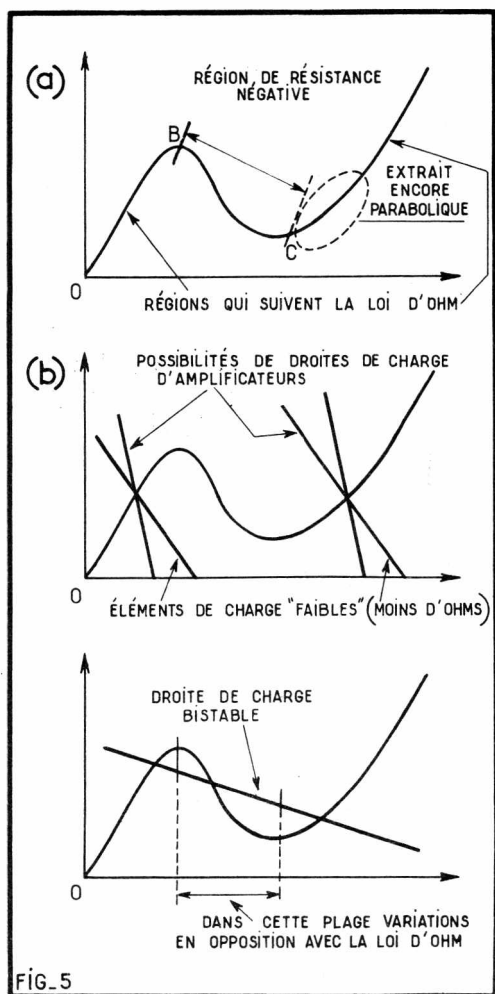

FIG. 5
Ce qu'une telle caractéristique révèle surtout dans le sens même que nous voulons donner à ces lignes, c'est l'existence d'une région (BC) à résistance équivalente *égative* : à une augmentation des potentiels correspondant, contrairement à la loi d'Ohm, une diminution du courant, condition idéale pour l'entretien d'oscillations ; mais nous voyons aussi la réalité de deux sections à croissance positive, deux sections donc où il n'est nullement absurde de rechercher un effet amplificateur. Le but sera atteint pleinement, et sans aucune difficulté, par des organes tels que (fig. 5) l'intersection des droites de charge avec la courbe se fasse bien vers le milieu de ces sections ; en fait, cette servitude existera surtout pour la partie OB, où nous délimiterons cette recherche, puisque, elle seule, est propre à l'effet tunnel. On peut même envisager l'emploi de ces diodes en systèmes bistables, en associant à de telles droites de charge, à la fois les régions voisines de B et celles qui se situent au-delà de C (fig. 5-b).